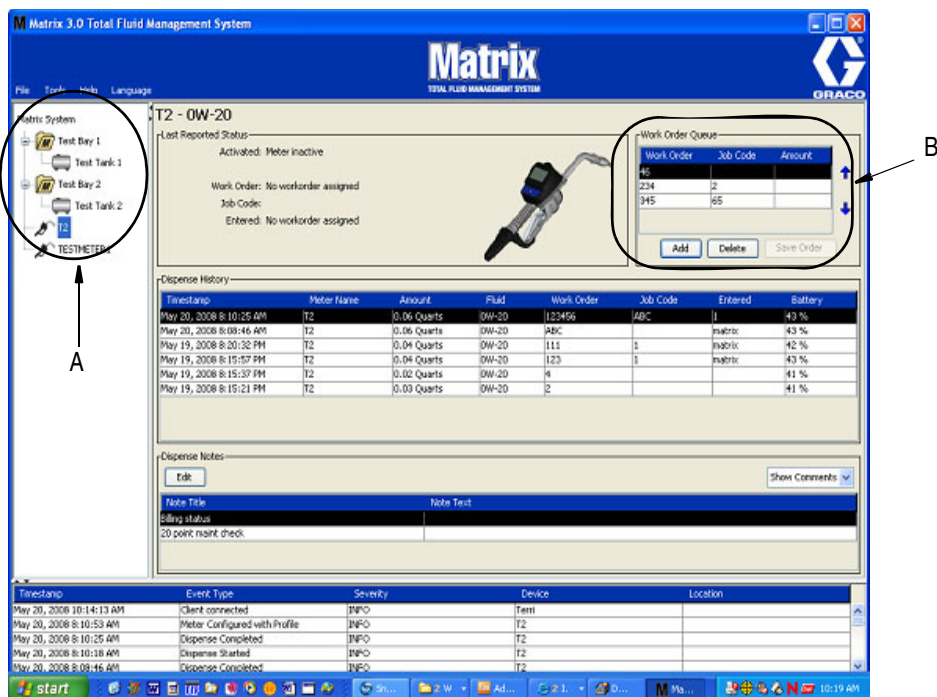

FIG. 179
1. En el área Grupos definidos por el administrador del sistema de la pantalla principal de Matrix (A), seleccione el medidor al que está enviando la solicitud de trabajo (FIG. 179).